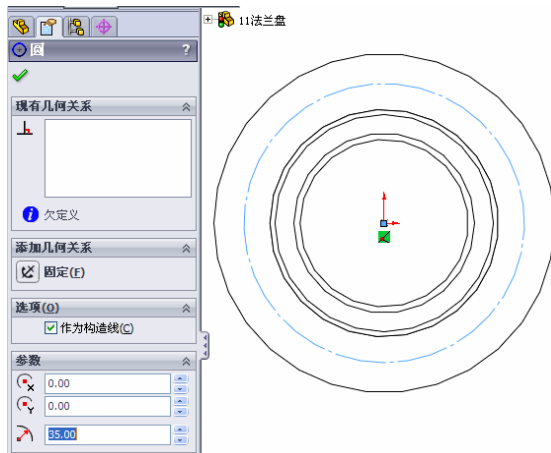

图 4-55 设置圆为构造线
- ❶ 新建草图。选择法兰的基体端面，单击草图绘制按钮，在其上新建一草图。
- ❷ 选择视图方向。单击正视于按钮，正视于草图平面。
- ❸ 绘制圆，设置构造线。单击圆按钮，绘制一圆心与坐标原点重合的圆。在右侧“圆”PropertyManager 中选择“作为构造线”单选框，将圆设置为构造线，如图 4-55 所示。